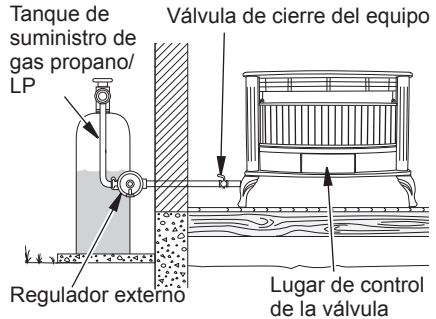

Figura 13 - Suministro de gas Propano/LP
3. Revise todas las uniones desde el medidor de gas, tanto para suministro de gas natural o propano/LP, hasta la válvula de cierre del equipo (consulte la figura 13 o 14). Aplique en todas las uniones algún líquido de detección de fugas que no sea corrosivo. La formación de burbujas indicará una fuga.
4. Revise todas las uniones entre la válvula de cierre del equipo y válvula de gas del termostato (consulte la figura 13 o 14).